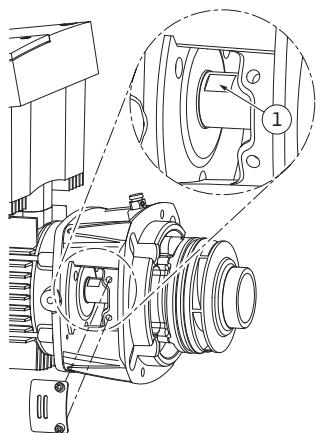

Fig. 54: Поверхности под ключ на валу
15. В окно промежуточного корпуса ввести гаечный ключ (optimalnyy razmer: 22) и зафиксировать им вал на соответствующих поверхностях (Fig. 54, поз. 1). Открутить гайку рабочего колеса (Fig. 7, поз. 15). Рабочее колесо (Fig. 7, поз. 16) автоматически снимается с вала.
- 24. При монтаже рабочего колеса в окно промежуточного корпуса ввести гаечный ключ (оптимальный размер: 22) и зафиксировать им вал на соответствующих поверхностях (Fig. 54, поз. 1).